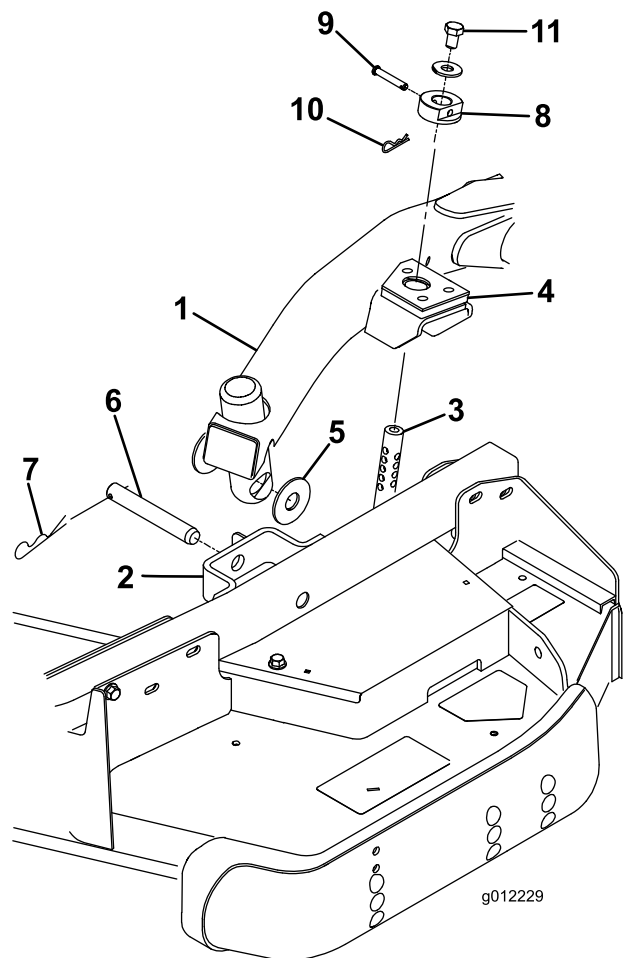

Figura 4
- Mueva la palanca de elevación a la posición Flotar. Empuje hacia abajo uno de los brazos de elevación hasta que los taladros del brazo de elevación estén alineados con los taladros del soporte del brazo de la rueda giratoria y pueda introducirse la varilla de ajuste de la altura de corte en los alojamientos del brazo de elevación (Figura 4).
- Fije el brazo de elevación al brazo de la rueda giratoria con (2) arandelas de empuje, un pasador y un pasador de horquilla. Coloque las arandelas de empuje entre el brazo de elevación y el soporte del brazo de la rueda giratoria (Figura 4). Introduzca el extremo del pasador de horquilla en la ranura de la pestaña del brazo de la rueda giratoria para retener el pasador.
7. Instale los collares de ajuste de la altura de corte sobre las varillas de ajuste de la altura de corte y fíjelos con los pasadores y los pasadores de horquilla (Figura 4). Oriente la cabeza del pasador hacia la parte delantera de la carcasa.
8. Instale un perno de 1/2 x 3/4 pulgada y una arandela en la parte superior de cada varilla de ajuste de la altura de corte (Figura 4).